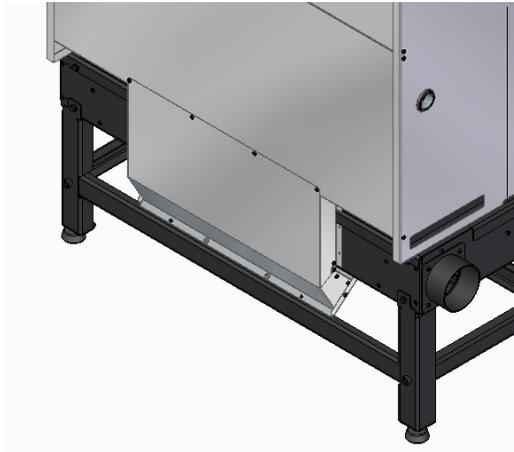

Figura 30
- b) Coloque el conjunto de placas, fijándolo con los 4 tornillos provistos en el kit y reemplazando los 4 tornillos que se retiraron, Figura 30.